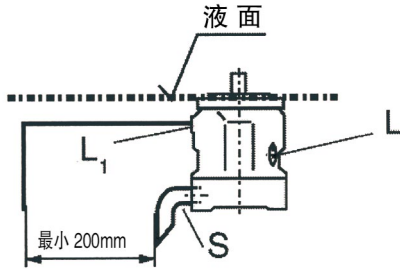

图 1
a) 当油箱的最低液面高于或等于安装法兰面时，将“L”堵死，而将“L₁”和进油口“S”打开，建议按图 1 配管。